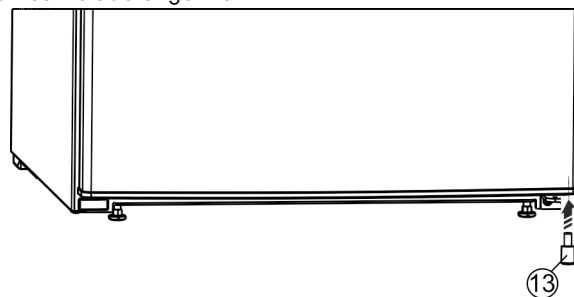

Fig. 27 *
- ▶ Volver a colocar la pieza distanciadora Fig. 27 (13) en la parte inferior derecha de la puerta, ya que es importante para la estabilidad del aparato.*